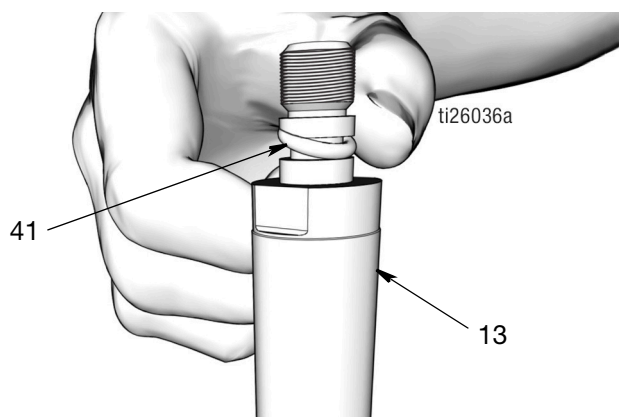

FIG. 46
- Limpié el vástago del pistón (13) y el pistón (6) con un paño limpio para eliminar cualquier resto de sociedad o contaminantes. Inspeccione las superficies en busca de arañazos o daños. Reemplace las piezas dañadas.
- Aplique una capa fina de grasa en la junta tórica (41). Coloque la junta tórica sobre las ranuras del vástago del pistón (13) (FIG. 46).